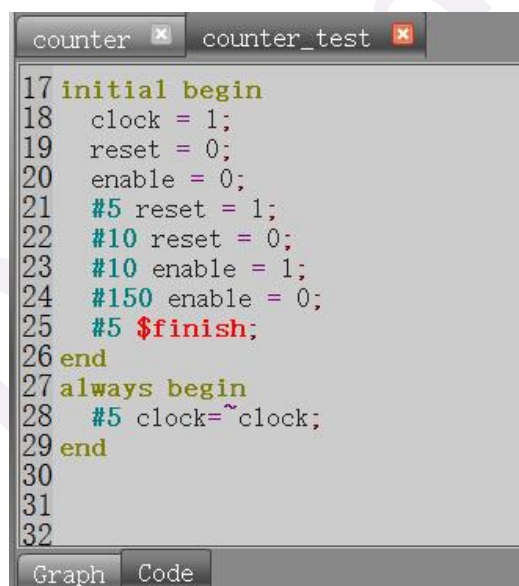

图 2-2-11 激励代码
(6) 输入激励。点击测试模块下方的“Code”，输入激励算法，如图 2-2-11 所示。激励代码在结束的时候要用\$finish 结束。